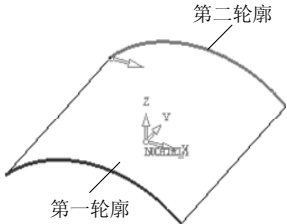

图 2-194 选择加工轮廓
- 选择“拾取目标曲面根据”中的“两条轮廓”：单击“第一个轮廓”按钮，选择如图 2-194 所示的边线，单击鼠标中键完成选择；然后单击“第二轮廓”按钮，选择如图 2-194 所示的边线，单击鼠标中键完成选择，返回程序对话框。